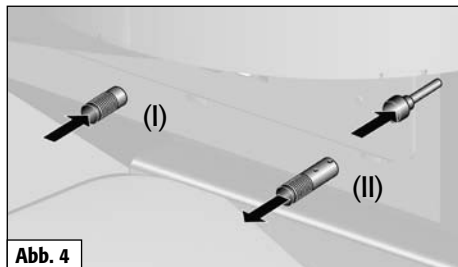

Abb. 4
Primärluft und Sekundärluft einstellen.	Primärluftschieber (I) schließen, Sekundärluftschieber (II) zwischen Markierung 2 u. 3. (s. Abb. 4)